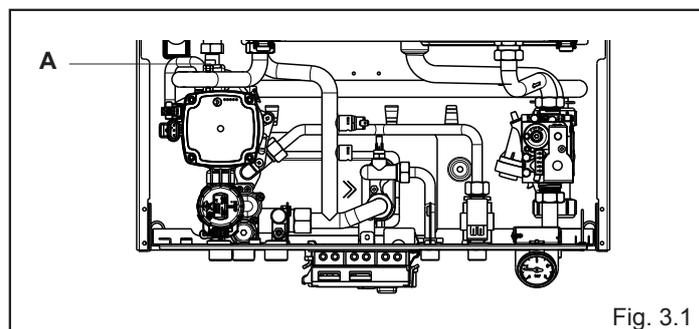

Fig. 3.1
1. Aprire di due o tre giri il tappo della valvola inferiore (A, fig. 3.1) di sfogo aria automatica e **lasciarlo aperto**.